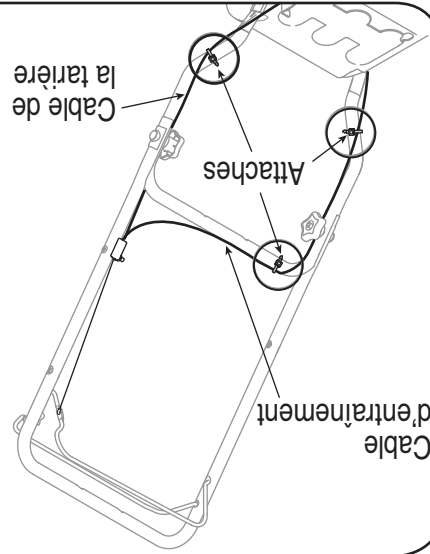

Figure 4
1. Ajustez les patins en desserrant les quatre contre-écrous à embase (deux de chaque côté) et les boulons ordinaires. Placez les patins à la position voulue. Voir la Figure 4.
2. Glissez une des attache-câbles sur le guidon inférieur du côté droit jusqu'à la barre transversale du guidon inférieur. Laissez la deuxième attache-câble en place sur le côté droit du guidon inférieur. Voir la Figure 4.
REMARQUE: Vérifiez que le câble de la transmission reste parallèle au côté gauche du guidon supérieur, qu'il suit le dessus du guidon inférieur, et reste ensuite parallèle au côté droit du guidon inférieur. Voir la Figure 4.
6. Trois attaches maintiennent les deux câbles de commande sur le guidon inférieur. Deux de ces attaches se trouvent sur les montants et la troisième se trouve sur la barre transversale du guidon inférieur. Serrez ces attaches pour maintenir le câble sur le guidon inférieur. Voir la Figure 4.